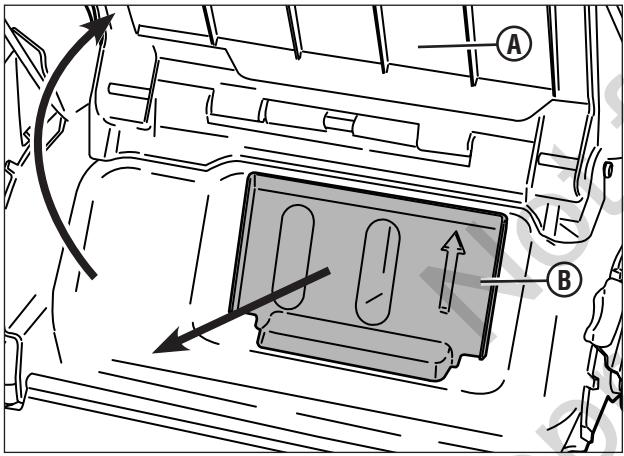

Figura 9: Extracción del tapón de cubrición
1. Levante la puerta de descarga posterior (A, **Figura 9**).
2. Quite el tapón de cubrición de suelos (B) del conducto de descarga trasero.